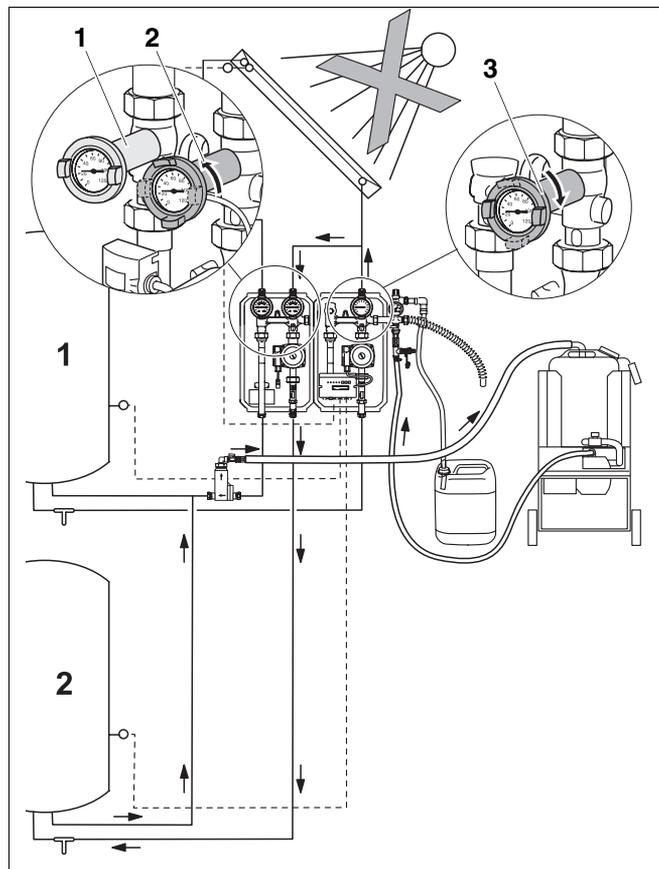

Abb. 20 Solaren Verbraucher „2“ spülen
- Öffnen Sie den blauen Kugelhahn (Abb. 20, **Pos. 2**) der linken Kompletstation.
- Schließen Sie den blauen Kugelhahn (Abb. 20, **Pos. 3**).